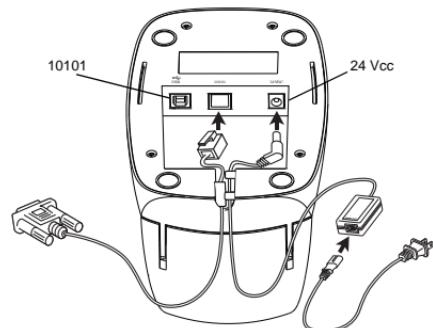

Figura 31
- 1 Inserire l'estremità del cavo seriale munita di connettore RJ11 nella porta seriale sul fondo della stampante. Vedere la Figura 31.